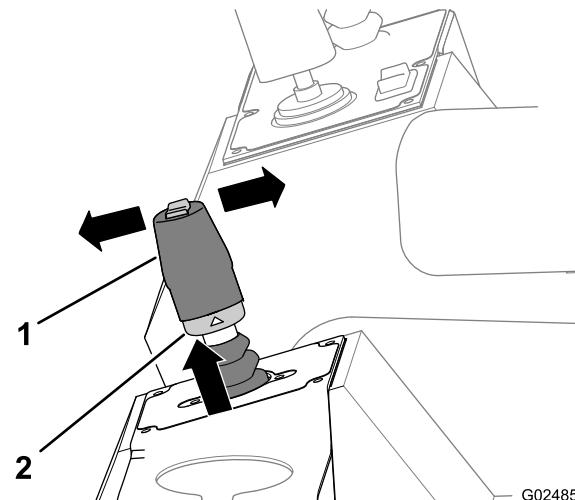

Рисунок 42
- Переместите рычаг вперед (в направлении передней части машины), чтобы машина двигалась вперед (Рисунок 42).
- Переместите рычаг назад (в направлении задней части машины), чтобы машина двигалась назад (Рисунок 42).
4. Отпустите стопорное кольцо и рычаг (Рисунок 42).
5. Верните рычаг в положение «Нейтральное», чтобы остановить машину (Рисунок 42).
2. Поднимите стопорное кольцо в нижней части рукоятки джойстика (Рисунок 42).